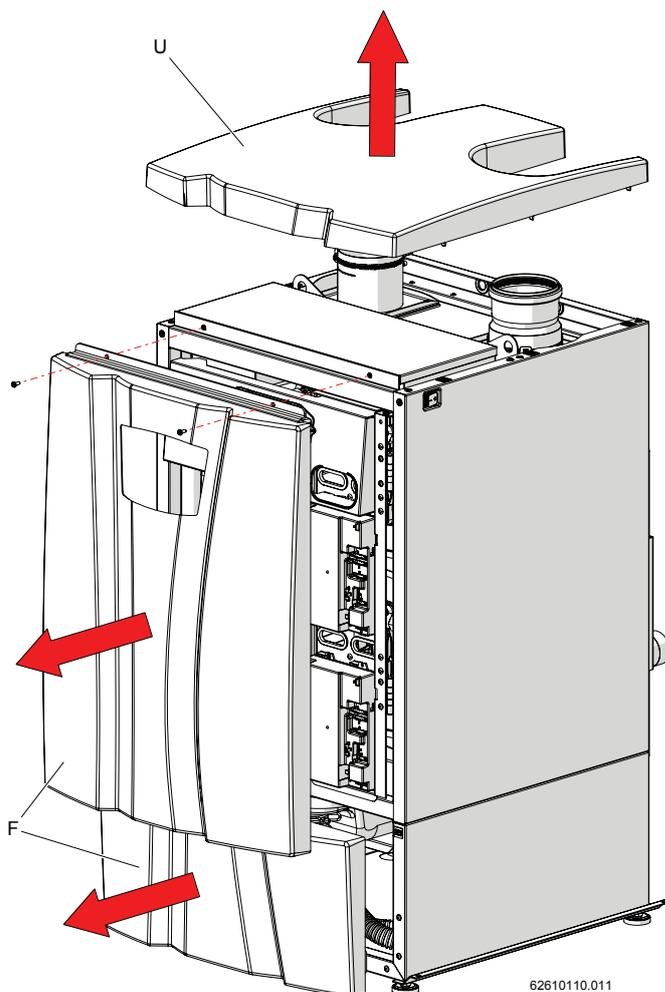

Figura 5-35
2.-rimuovere le coperture frontali inferiore e superiore "F" e la copertura superiore "U" dell'apparecchio, come mostrato in Figura 5-35;